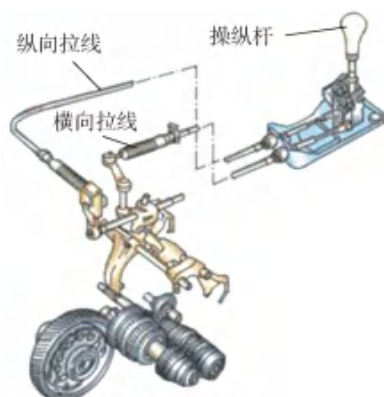

图 2-13 远距离操纵式操纵机构
2) 远距离操纵式。驾驶员座椅距离变速器较远,在操纵杆与拨叉之间需用一套传动机构连接(见图 2-13)。节省驾驶室空间,操纵距离远,准确性和可靠性较差。发动机后置的汽车变速器必须采用远距离操纵。
①自锁装置用于防止变速器自动脱挡或挂挡,并保证齿轮以全齿宽啮合。
②互锁装置用于防止同时挂上两个挡位。
③倒挡锁装置用于防止误挂倒挡。